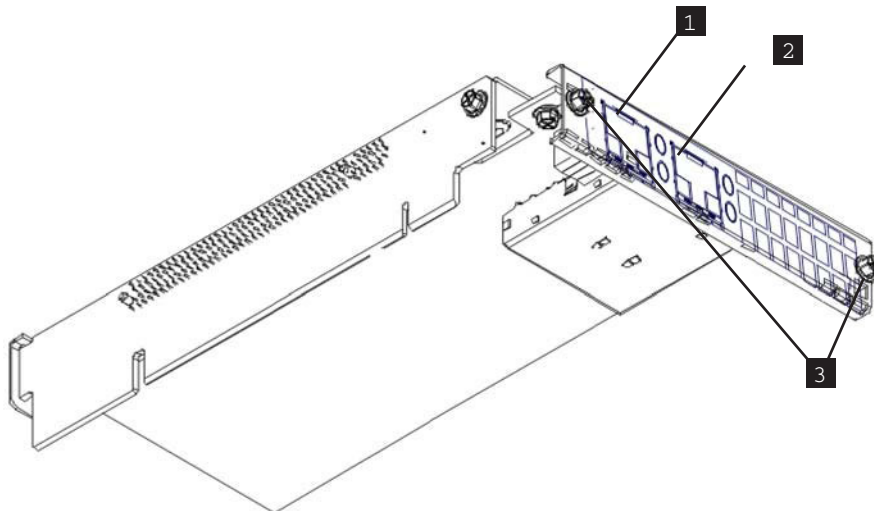

図 193. SAN ボリューム・コントローラー 2145-CG8 10 Gbps イーサネット・ライザー・カード・アセンブリーと後部レールの断面図
- 6. ノードの後部から 2 本の止めねじを使用して、イーサネット・ライザー・カード・アセンブリーを固定します (図 193 で、レールのセクションの断面図を参照)。